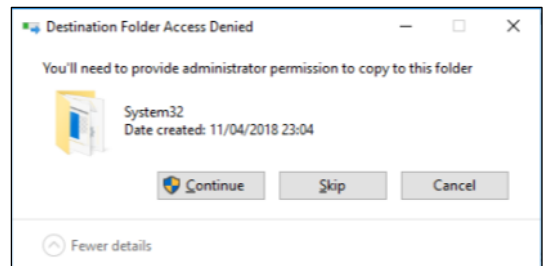

Fig. 2.2
- Es posible que le solicite el permiso de administrador para sustituir el archivo, acepte haciendo clic en **Continuar** (Fig. 2.2).